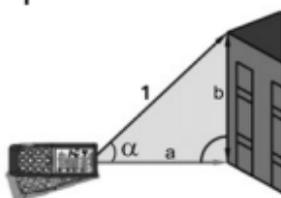

Abb. 12: Messung mit trigonometrischer Berechnung
3. Stellen Sie das Gerät in den Punkt (1), der dem Wert des gewünschten Messwinkels " $\alpha$ " entspricht (variabel von  $\pm 65^\circ$  mit Querneigung nicht höher als  $\pm 10^\circ$ ), der im ersten Display gezeigt ist, und drücken Sie die Taste oder die **MEAS** (siehe Abb. 12)
4. Der Wert des Abstands "1" erscheint im Ergebnisdisplay. Der Wert des Abstands "a" erscheint im dritten Display, berechnet als:  $a = (1) \cdot \cos\alpha$ . Der Wert des Abstands "b" erscheint im zweiten Display, berechnet als:  $b = (1) \cdot \sin\alpha$